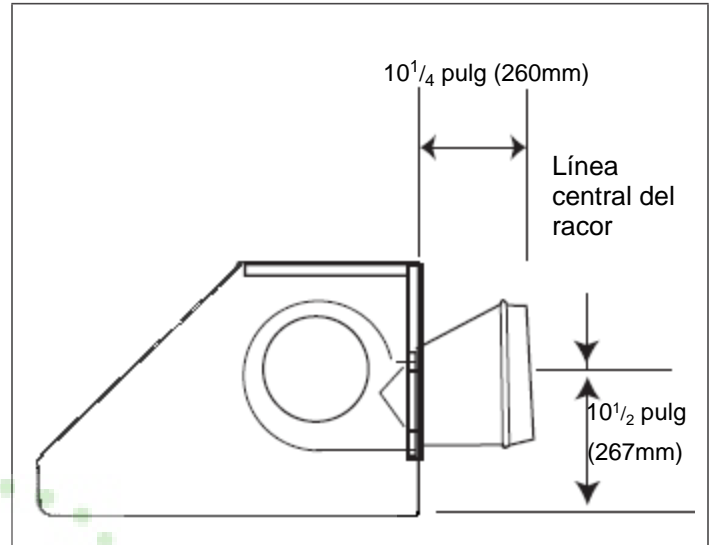

Figura 10: Línea central del racor para una salida horizontal
13. Antes de colgar la campana, instale el racor, como se muestra en la Figura 10 o 11. Fije el racor con dos tornillos (para chapas de 3/8 pulg., proporcionadas) y cinta de aluminio, conforme a los códigos vigentes.